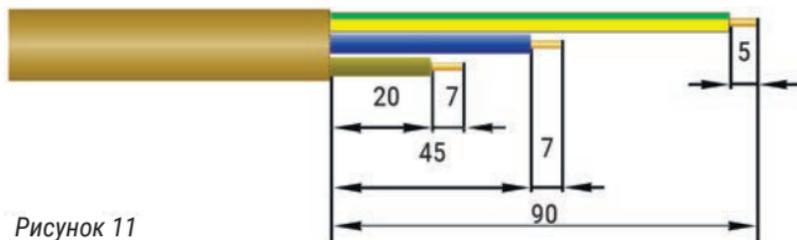

Рисунок 11
6.2.1. Снять оболочку с конца установочного провода на длине 90 мм (рисунок 11).